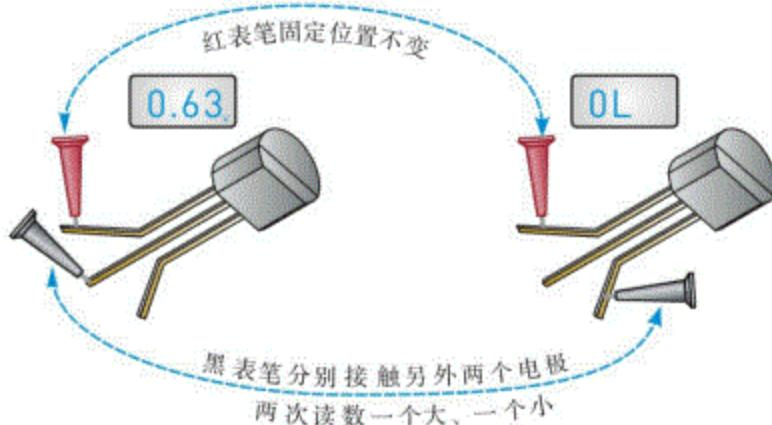

图9.100 两次读数一个大、一个小
⑥如果上面第③步时万用表读数是一次大、一次小，假设如图9.100所示，则说明假定的基极不成立。
⑦若进行前一页第③步时的结果如图9.100所示，则读数小的一次中黑表笔所接的应是基极。